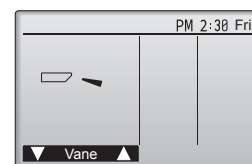

Fig. 8-4
- ② Druk op de toets [SELECTEREN] om het scherm voor waaierinstelling (Vane) weer te geven en druk op de functietoetsen [F1] en [F2] om de automatische waaierinstelling te controleren. (Fig. 8-4)